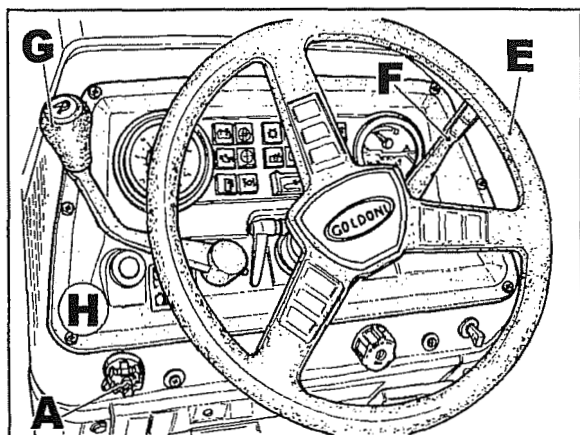
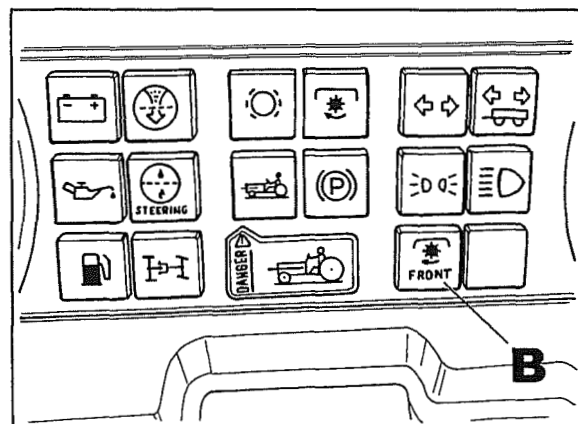
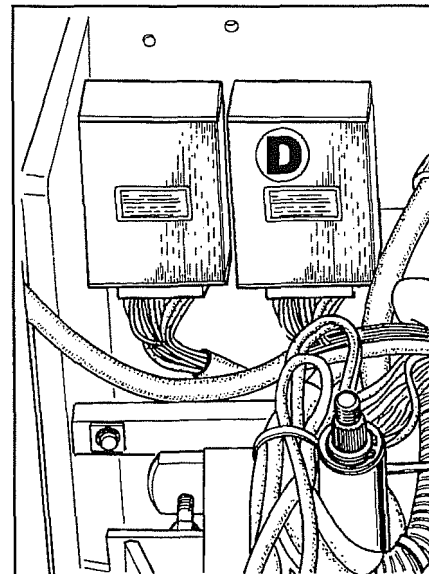

Fig. 1.1
Fig. 2.1
Fig. 4
Premere l'interruttore **A** fig. 1.1 e ruotarlo verso destra, la spia **B** fig. 2.1 sul cruscotto, inizialmente lampeggerà indicando la fase di inserimento progressivo reso possibile dalla centralina. Ad inserimento avvenuto la spia sarà a luce fissa.
Eventualmente l'innesto non dovesse avvenire, premere l'interruttore **A** fig. 1.1 per farlo ritornare in posizione originale, portare il motore ad un regime di giri più elevato quindi ripetere le operazioni sopra descritte.
Se il valore anziché di 12 V fosse inferiore o nullo, occorre ricercare il guasto: sul cablaggio, sulla massa, sull'interruttore **A** fig. 1.1 o sulla centralina **D** fig. 4.
2.2 Togliere il volante **E** fig.1.1, la leva acceleratore a mano **F**, la leva riduttore-invertitore **G** quindi togliere il cruscotto **H**.